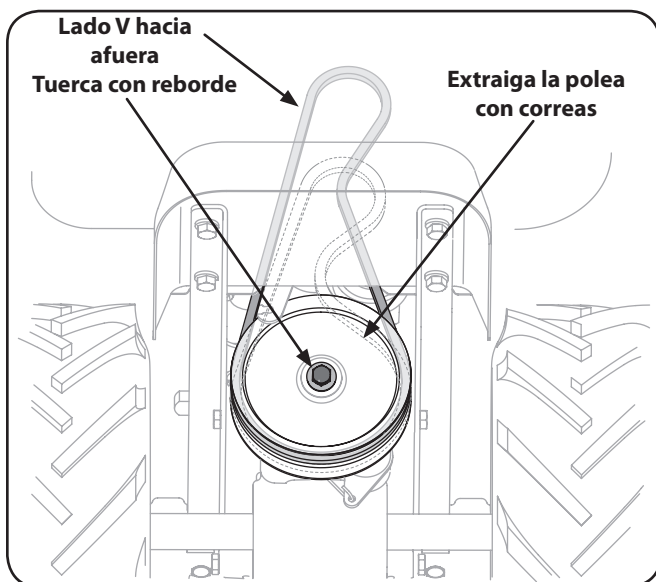

Figura 7-5
6. Extraiga la tuerca de brida que sujeta la polea de transmisión, luego retire la polea junto con las dos correas. Vea la Figura 7-5.